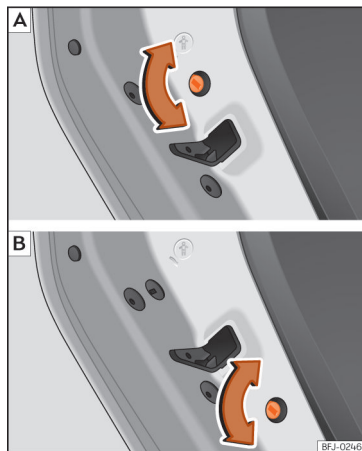

Рис. 56 Дитячий замок лівих дверей (на правих дверях – симетрично). Залежно від країни та модифікації, автомобіль має варіант **A** або **B**.
- Потім поверніть ключем паз на дверях за годинниковою стрілкою (ліві двері) >>> **рис. 56** або проти годинникової стрілки (праві двері).
- Потім поверніть ключем паз на дверях проти годинникової стрілки (ліві двері) >>> **рис. 56** або за годинниковою стрілкою (праві двері).